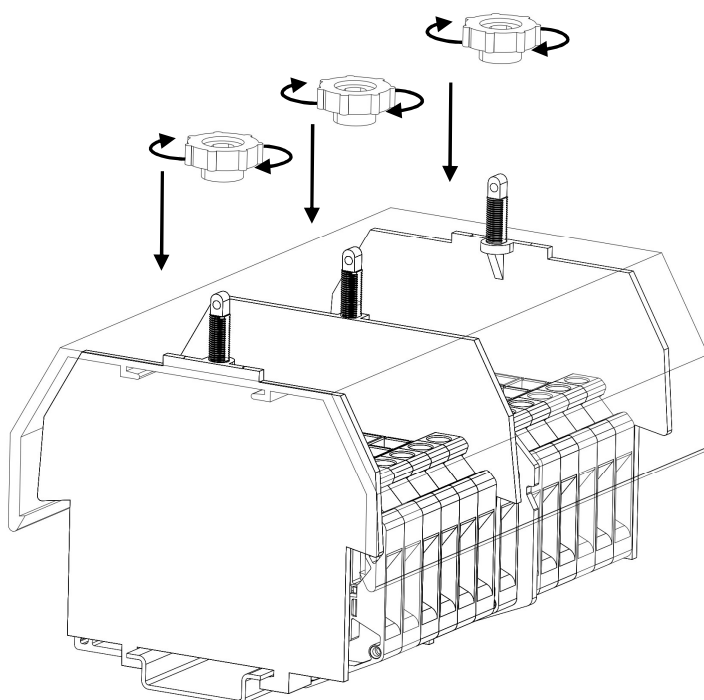
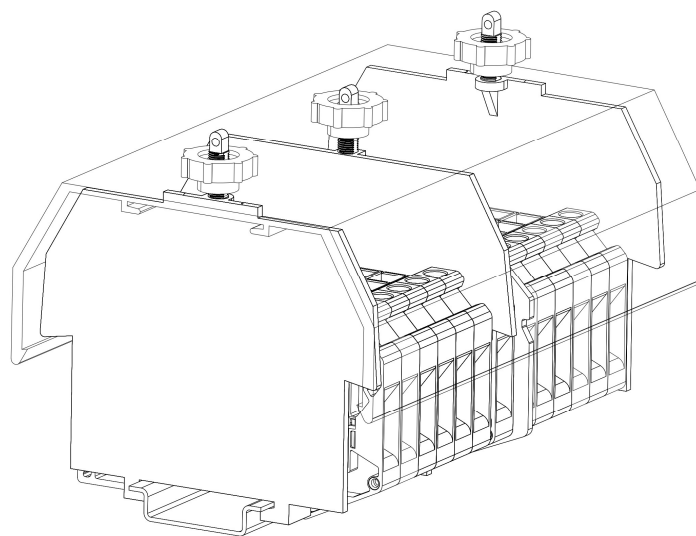

Рисунок 100 – фиксация защитного профиля
Рисунок 101 – зафиксированный защитный профиль
- Зафиксируйте защитный профиль с помощью пластиковых гаек, закрутив их по часовой стрелке (рис. 100; рис. 101).